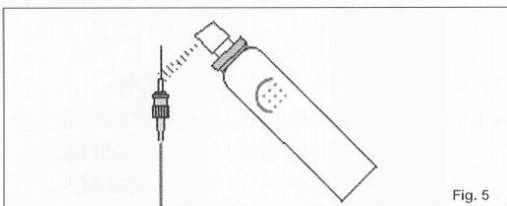

Fig. 5
6. Aplicar el espray catalizador en la parte frontal del conector (fig.5).